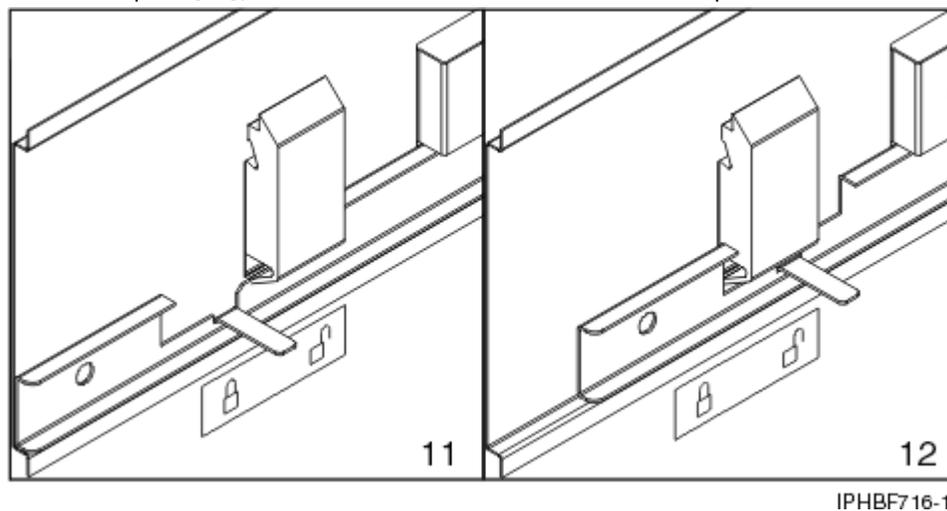

Figura 57. Colocar la pegatina de "bloqueo/desbloqueo" en el panel de la cubierta
- e. Coloque una pegatina de bloqueo/desbloqueo en el interior del panel de la cubierta de modo que cuando la barra corredera esté en la posición de bloqueo, la pestaña quede situada sobre el símbolo de bloqueo (**11**), tal como se muestra en la Figura 57 en la página 86 y sobre el símbolo de desbloqueo (**12**), cuando la barra corredera esté desbloqueada.